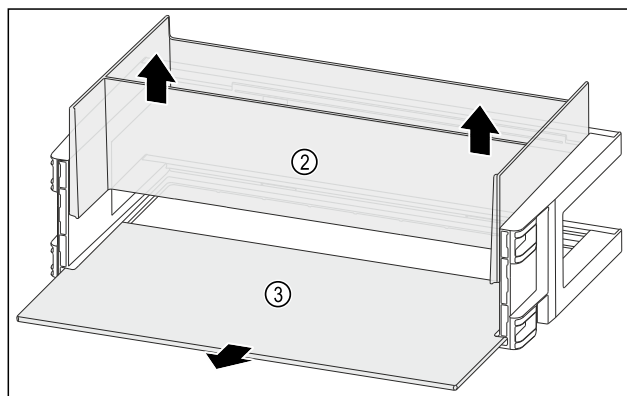

Fig. 116
- Wyjąć organizer Fig. 116 (2) do góry.
- Wyjąć półkę Fig. 116 (3).